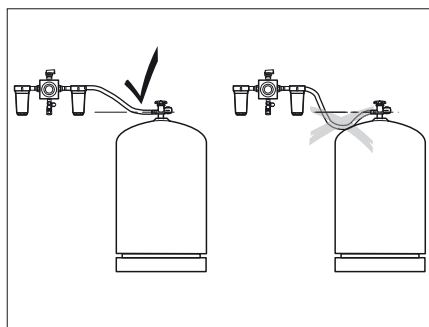

Bild 245 Dragning av högtrycksslangarna
- ▷ Vid dragning av högtrycksslangarna är det viktigt att de ständigt stiger (Bild 245).